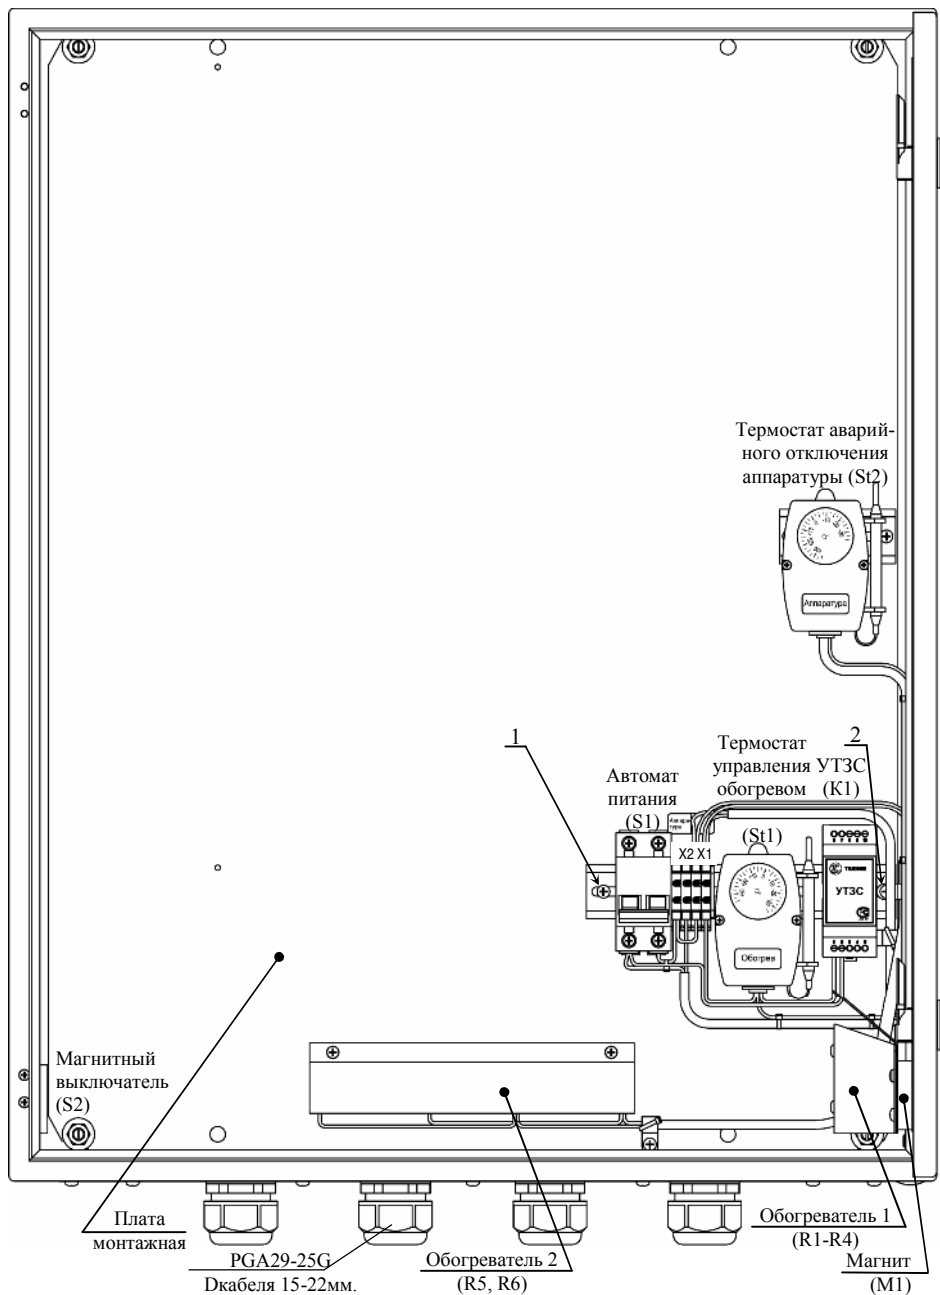

Рис. 1. Устройство термощкафа (дверь открыта на 90°)
Для установки в ТШ-2 телевизионного (электронного) оборудования необходимо извлечь монтажную плату (см. рис.1) из шкафа, для чего необходимо:
4. Снять с монтажной платы нижнюю DIN-рейку с установленными на ней, S1, X2, X1, St1 и K1, выкрутив крепящие DIN-рейку с резьбы 1 и 2 (рис.1).